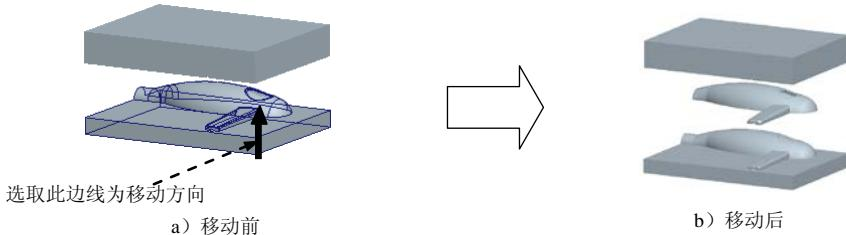

图 8.28 移动下模
Step3. 开模步骤 2。移动下模，输入要移动的距离值-100，结果如图 8.28 所示。